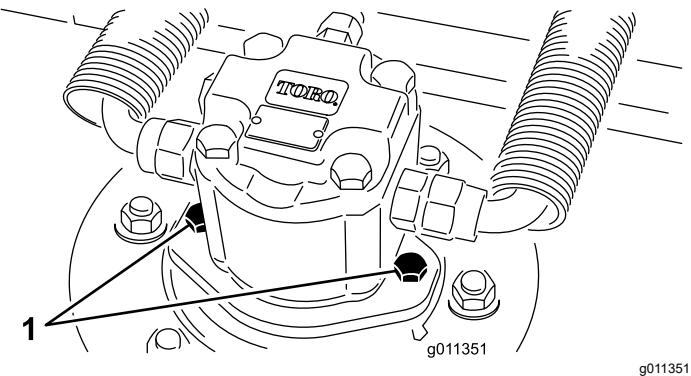

図 92
- カッティングユニットから油圧モータを外す図 92。異物がつかないように、スピンドル上部にはカバーをかけておく。
- カッティングユニットに油圧モータを取り付ける図 92。Oリングを忘れずに、また、損傷させないよう注意して取り付ける。